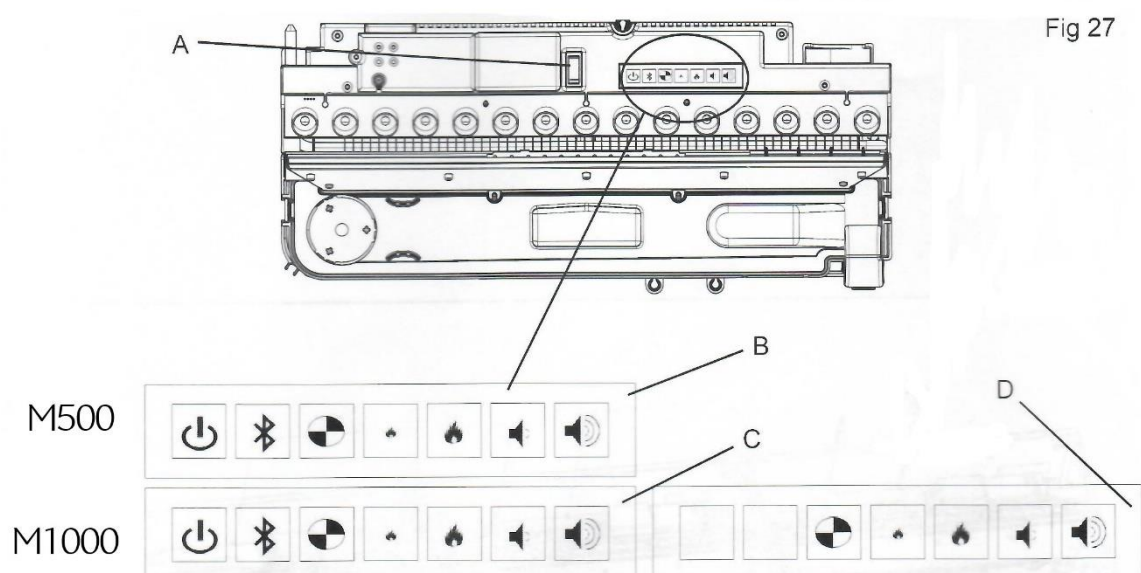

Fig 27
1. Til de bovenplaat op en zet schakelaar 'A' in de uit-stand (fig. 27).